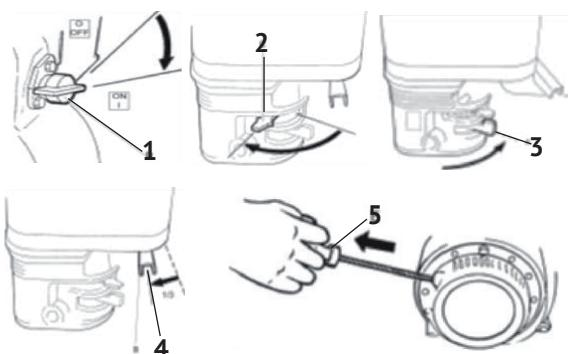

рис.3
- перевести выключатель зажигания (рис.3 поз.1) в положение «Включено» (ON);
- рычаг воздушной заслонки (рис.3 поз.2) перевести в крайнее левое положение «закрыто» при пуске холодного двигателя (для прогретого двигателя рычаг устанавливается в промежуточном положении);
- кран подачи топлива (рис.3 поз.3) повернуть вправо в положение «Вкл-
- перевести рычаг дроссельной заслонки карбюратора (рис.3 поз.4) приблизительно на 1/3 его хода от положения «Черепаха» к положению «Заяц»;
- медленно потяните за рукоятку стартёра (рис.3 поз.5) до появления сопротивления, а затем резким движением вытяните трос на всю длину. Повторите действие ещё раз, если двигатель не завёлся;
- перевести рычаг дроссельной заслонки (рис.3 поз.4) в положение «Черепаха» (муфта сцепления отключит привод) и дать двигателю поработать несколько минут на холостых оборотах для охлаждения агрегатов двигателя;
- повернуть выключатель зажигания (рис.3 поз.1) в положение «Выключено» (OFF);
- перевести топливный кран (рис.3 поз.3) в положение «Выключено» (OFF).